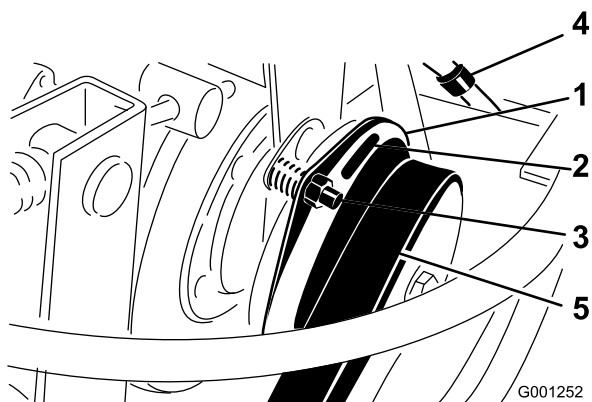

Figura 66
3. Regolate il traferro in modo da inserire, forzandolo leggermente, uno spessimetro di 0,381 mm tra il rivestimento interno della frizione e la piastra della frizione (Figura 66). Per ridurre il traferro girate il dado di regolazione in senso antiorario (Figura 66). Il massimo traferro di servizio è di 0,762 mm. Regolate i tre traferri.